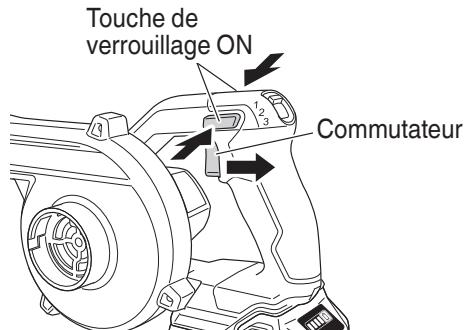

Fig. 13
○ Fonctionnement de l'interrupteur (Fig. 13).
- Fonctionnement en continu (Fig. 13)